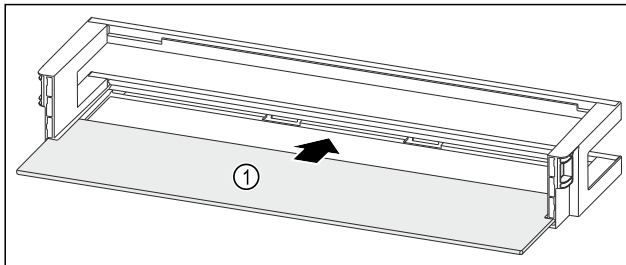

Fig. 279 Türabsteller mit Abstellfläche
- ▶ Abstellfläche Fig. 279 (1) in die seitlichen Aussparungen einschieben.